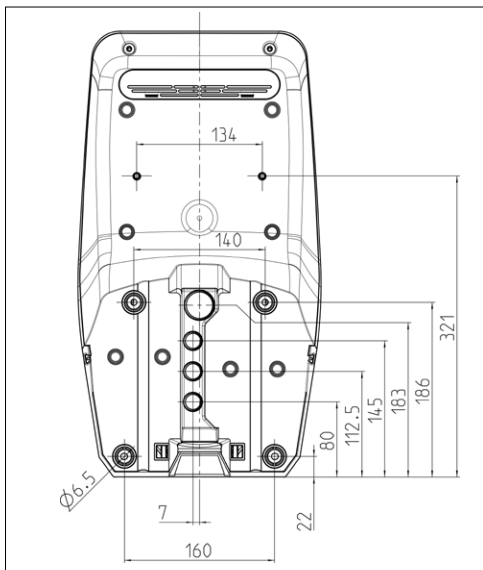

Fig. 10: Boremål [mm]
Ved innfelt montering må posisjonen til tilførselsledningen bestemmes ved hjelp av den vedlagte boremalen eller ved hjelp av bildet "Fig. 10: Boremål [mm]".
- ▶ Merk festehullene ved hjelp av den vedlagte boremalen eller ved hjelp av bildet "Fig. 10: Boremål [mm]".